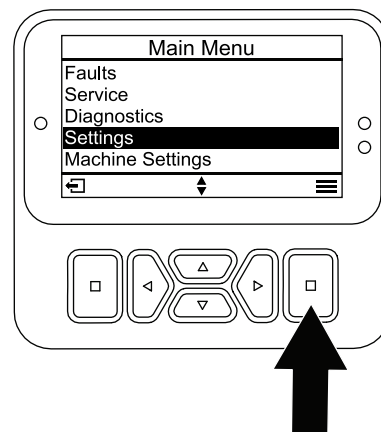

Bild 25
1. Blättern Sie vom HAUPTMENÜ zum Menü EINSTELLUNGEN und drücken Sie die Auswahl taste (Bild 25).